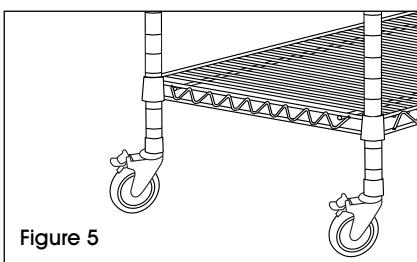

Figure 5
3. Fixez la tablette en place en la tapotant doucement vers le bas avec un maillet en caoutchouc. (Voir Figure 5)